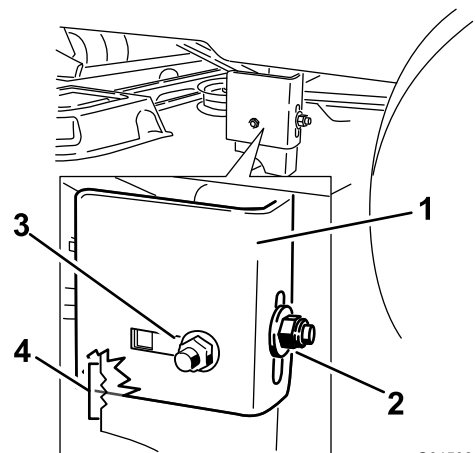
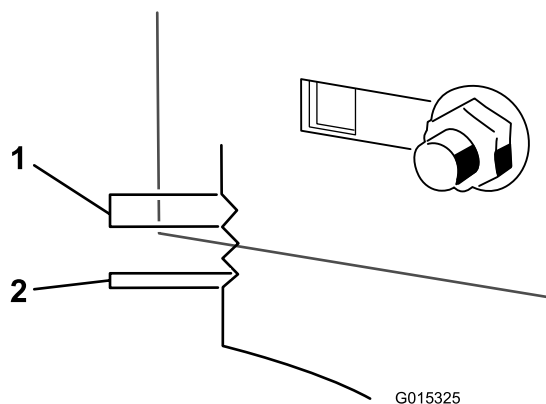

Figura 51
Figura 52
10. Afloje la tuerca de bloqueo lateral de la pletina de suspensión lo suficiente para permitir ajustar la barra (Figura 51). Utilice las muescas del soporte soldado para medir la cantidad de ajuste. Cada muesca completa equivale a 6 mm y un solo lado equivale a 3,2 mm (Figura 52). Ajuste la carcasa de corte a la altura deseada.
11. Cuando la carcasa esté en la posición deseada, apriete la tuerca de bloqueo lateral de la pletina de suspensión para fijar la posición nueva (Figura 51). Apriete la tuerca de bloqueo lateral de la pletina de suspensión.